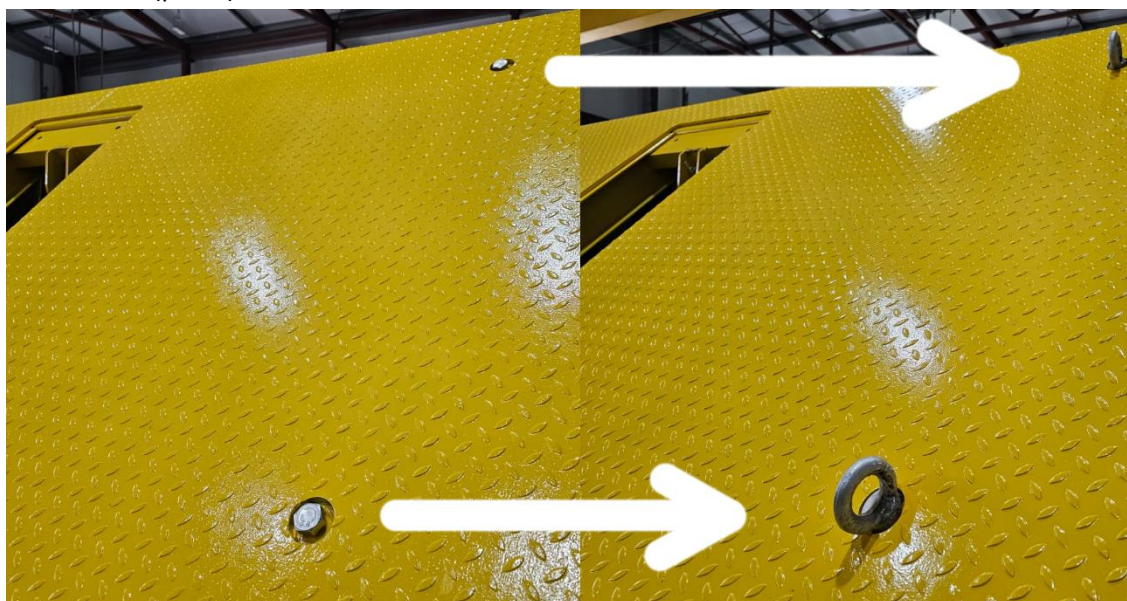

Рисунок 6
1.3.4. Выкрутить 4 болта М20 по углам подъемной части блокиратора и установить вместо них 4 рым-болта М20 (рис.6)